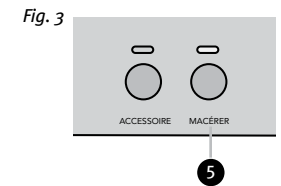

Fig. 3
6. Pressez la touche de macération ⑤ au tableau (fig. 3).